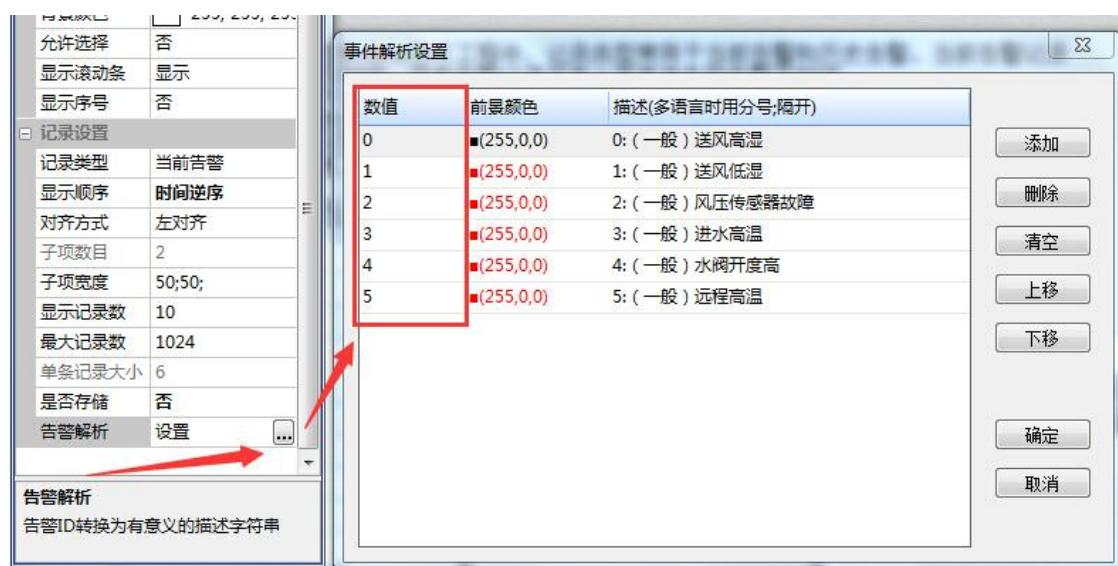

图 4-51 告警解析设置
- 2、在“告警解析”中设置可能的事件 ID 数值、颜色及描述信息，如图 4-51 所示；